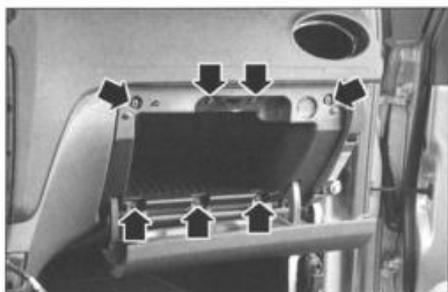

FIG. 33
- Abrir la guantera y desmontar los 7 tornillos (fig. 33).